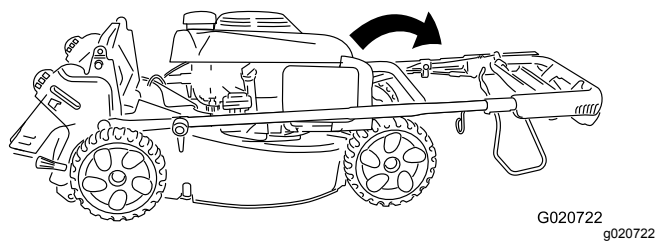

Figura 21
2. Gire el manillar entero hacia adelante (Figura 21).